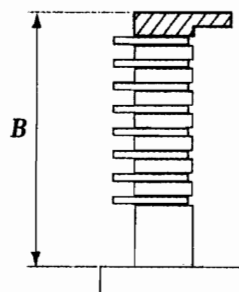

图 12-1-77
③如图 12-1-77 所示, 用游标卡尺测量 2 个制动法兰、7 个 4 号制动盘和 8 个 4 号制动片的总厚度。卡住两端沿直径测量, 并计算平均值。装配间隙为 0.5~1.1mm, 装配间隙 $= A - B - 0.25 - 1.8$ (mm), $B = 36.04 - 1.8$ (mm)。若装配间隙超过标准值, 则选择并安装能够保证装配间隙在标准值以内的制动器法兰。注意: 从 8 种度) 可选法兰中选择法兰, 以调节装配间隙。